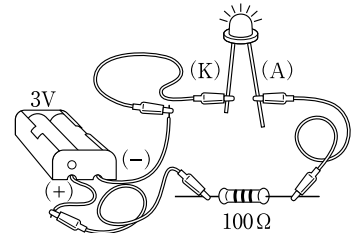

図16 LEDの検査
- 図16のように、電源、抵抗とLEDを電源のプラス(+)側にアノードA(足の長いほう、または細いほう)、マイナス(-)側にカソードKをつなぎ、LEDが発光すればよい。